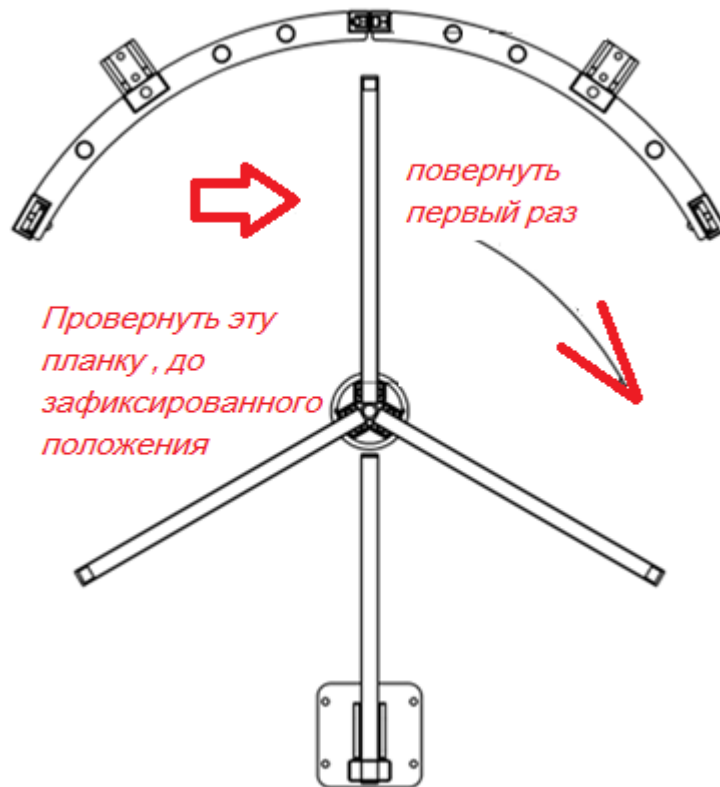

Рисунок 7 – Второй проворот ротора до следующего преграждающего положения
5) Рисунок 7 – после второго положения нужно опять повернуть на 60 градусов в течение, не более 5 секунд, до следующего третьего преграждающего положения и зафиксировать его в этом положении. После чего соленоиды защелкнутся, отщелкиваться уже не будут.